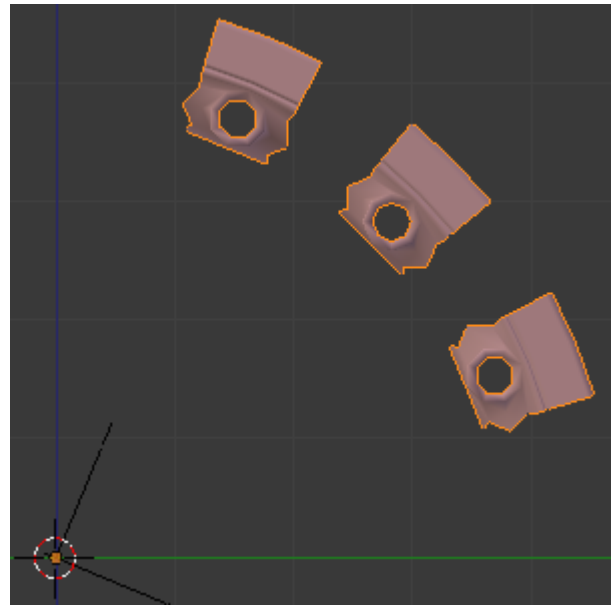

Figura 5.30
7. Associe um modificador Array à malha A. Selecciona Count 3. Desactive Relative Offset. Active Object Offset e seleccione o nome do Empty, figura 5.30.